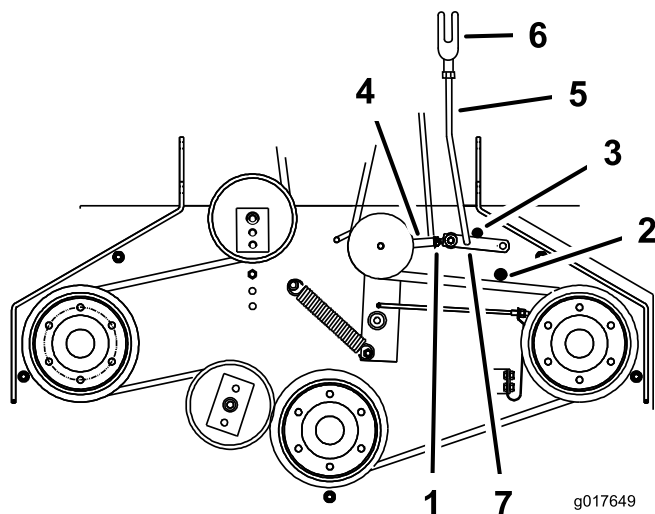

Figura 51
5. Asegúrese de que el brazo está en contacto con el tope trasero del brazo de la carcasa (Figura 51).
7. El brazo de accionamiento debe hacer contacto con el tope delantero del brazo de accionamiento de la carcasa. Si no lo hace, la palanca acodada debe acercarse más al refuerzo (Figura 51).
8. Para ajustar el acoplamiento del brazo, retire el pasador de horquilla del brazo (Figura 51).
11. Instale el acoplamiento en el brazo y sujételo con el pasador de horquilla (Figura 51).